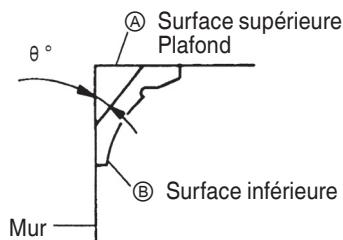
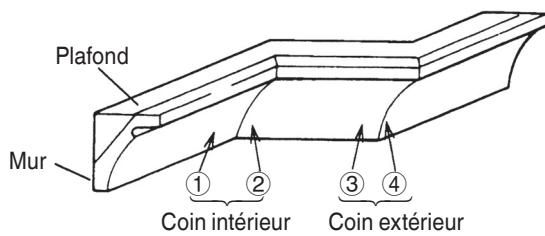
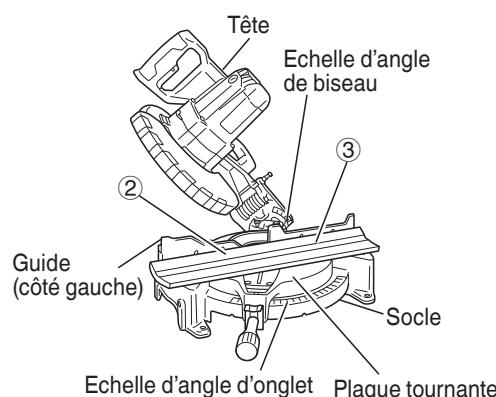
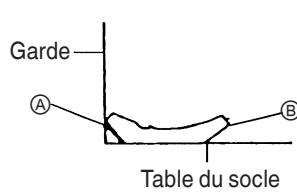

Fig. 19
Fig. 20
Fig. 22
Fig. 23
La Fig. 19 montre deux types de corniche complexe courants ayant des angles de  $38^\circ$  et de  $45^\circ$ .
Pour les montures de corniche complexe, voir la Fig. 20.
(1) Réglage de coupe en corniche complexe aux positions ① et ④ de la Fig. 20 (voir Fig. 21 ; incliner la tête vers la gauche) :
- ① Tourner la plaque tournante vers la droite et régler l'angle d'onglet comme suit :
- ② Incliner la tête vers la gauche et régler l'angle de biseau comme suit :
- ③ Disposer la corniche complexe de façon que la surface inférieure (Ⓐ sur la Fig. 19) touche la garde comme indiqué à la Fig. 23.
(2) Réglage de coupe en corniche complexe aux positions ② et ③ de la Fig. 20 (voir Fig. 22 ; incliner la tête vers la gauche) :
- ③ Disposer la corniche complexe de façon que la surface supérieure (Ⓑ sur la Fig. 19) touche la garde comme indiqué à la Fig. 24.